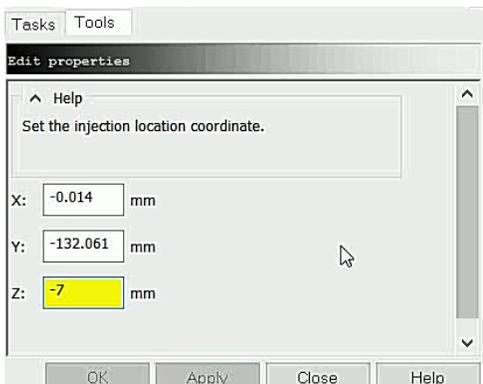

Figura 6.58 Coordenadas primer punto de inyección.
- Dar doble click en el punto de inyección de la pieza **Futbolito2.prt** y modificamos sus coordenadas a (Figura 6.58):